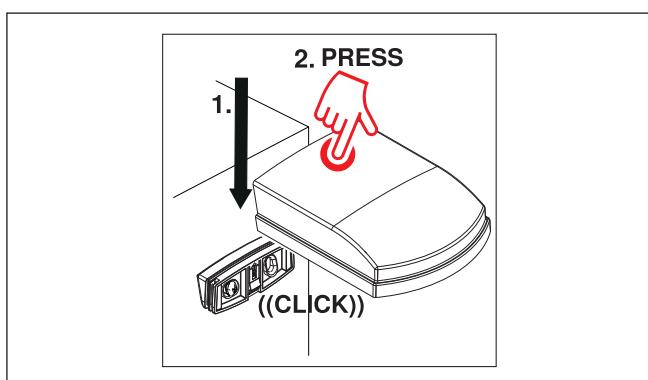

Abb. 4 Installation
- Schieben Sie den WMS Photosensor von oben auf die Wandhalterung auf und drücken Sie an der markierten Stelle **PRESS HERE CLICK** nach unten, bis der Photosensor hörbar einrastet ((CLICK)) (Abb. 4).